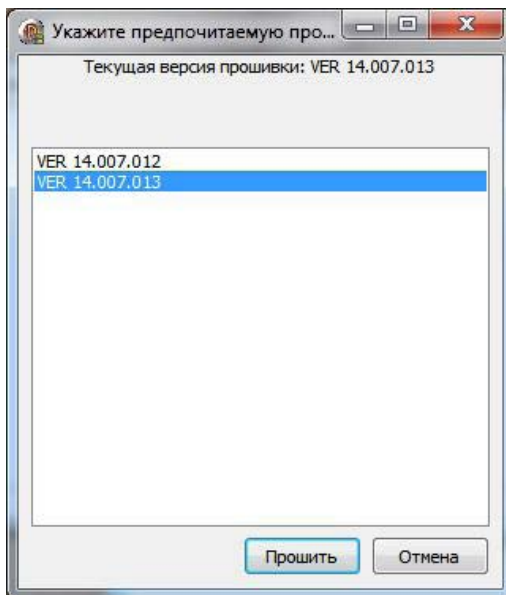

Рисунок 3. Выбор версии ФПО
6. После подключения выберите версию ФПО для установки и нажмите кнопку «Прошить» (рис.3).